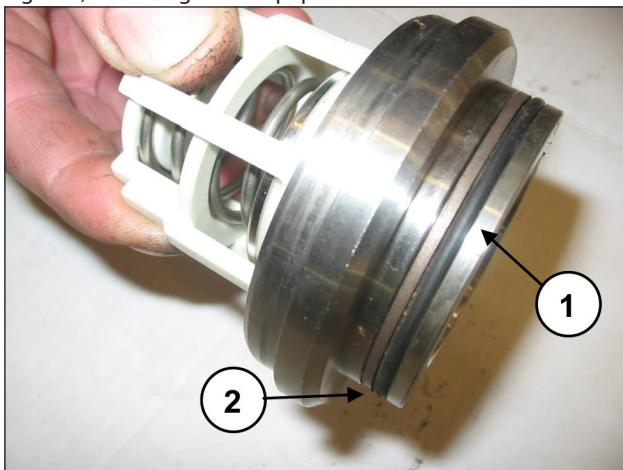

Fig. 119
Monter le joint torique, rep. vue éclatée n° 6 (rep. ①, Fig. 119) et la bague anti-extrusion, rep. vue éclatée n° 14 (rep. ②, Fig. 119) sur le siège de soupape de refoulement.